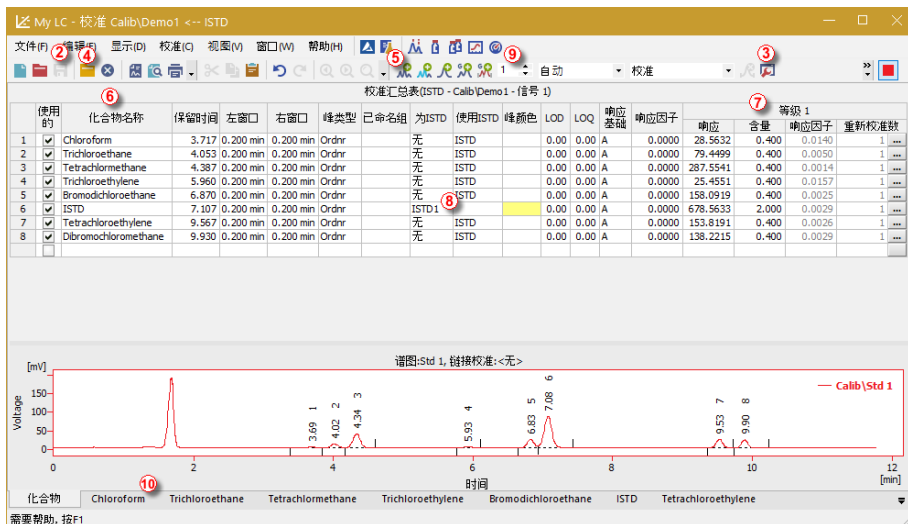

图9 校准窗口-打开标准
点击**结果表**右侧的**视图**按钮④，为色谱峰添加永久图标。这个操作将会链接进校准文件。在校准汇总表，找到峰颜色列(查看第17页第图9)。
为了设置校准级别是1需要检查当前级别区域⑨已经设置成1。点击增加所有图标(蓝色)⑤将所有已定义的色谱峰添加至校准表。校准窗口中的校准汇总表将按第17页第图9显示。
在校准中可以清楚地看到,现在只根据保留时间来定性色谱峰。按照第17页第图9所示填写化合物名称列⑥。也可以在峰颜色列为一些峰设置峰颜色,例如内标物峰。